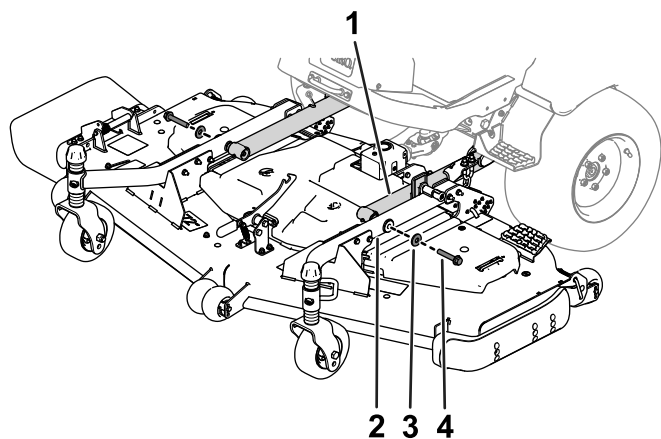

図 4
7. 六角ヘッドボルト2本とワッシャ2枚でキャスタアームを昇降アームに連結する **図 4**。